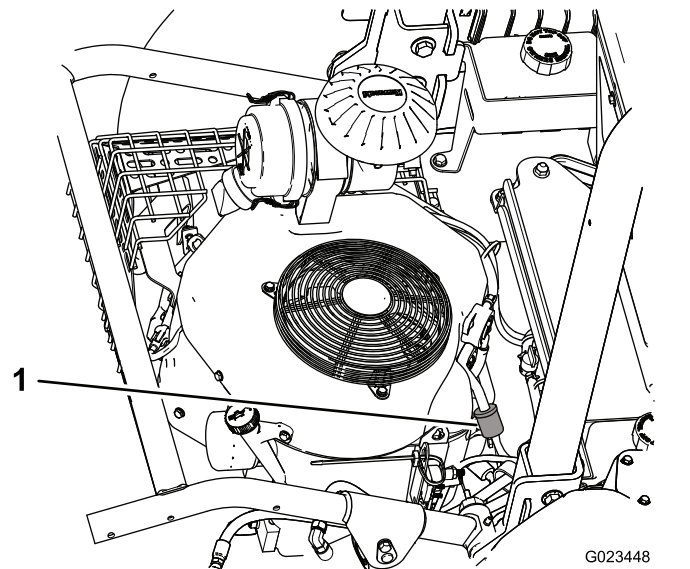
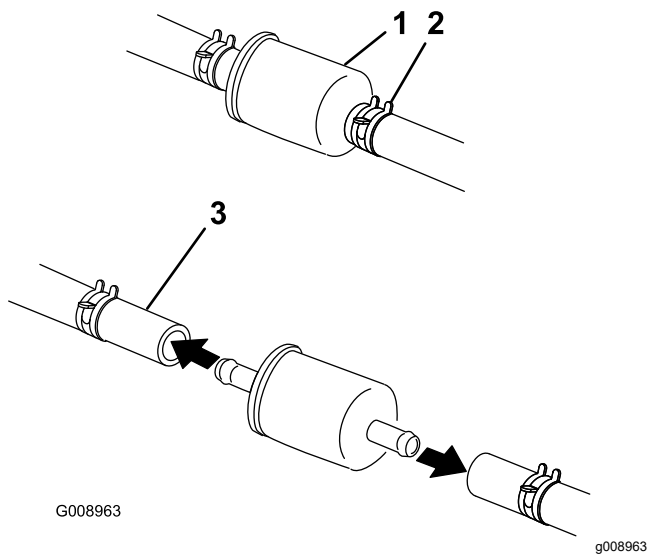

Bild 45
Bild 46
2. Lösen Sie die Schlauchklemme an der Vergaserseite des Filters und ziehen die Kraftstoffleitung vom Filter ab (Bild 45 und Bild 46).